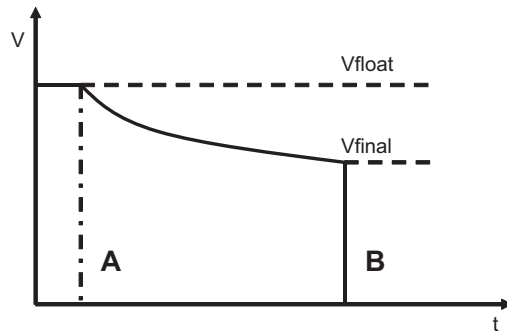

图 8.1 放电：电池电压与放电时间
在电池充电器电源 (Vac) 不存在的情况下放电时，电池充电器将使电池放电，直至达到  $V_{final}$ 。处于  $V_{final}$  时，欠压保护会进入活动状态：关闭电池充电器（锁定行为）和关闭所有输出。请参见图 8.1。
- 超过 12 A 时，电池充电器将为系统提供 12 A。电池提供其余部分，并且会消耗电池，直至达到  $V_{final}$ 。处于  $V_{final}$  时，欠压保护会进入活动状态：关闭电池充电器（非锁定行为）和关闭所有输出。请参见图 8.1。